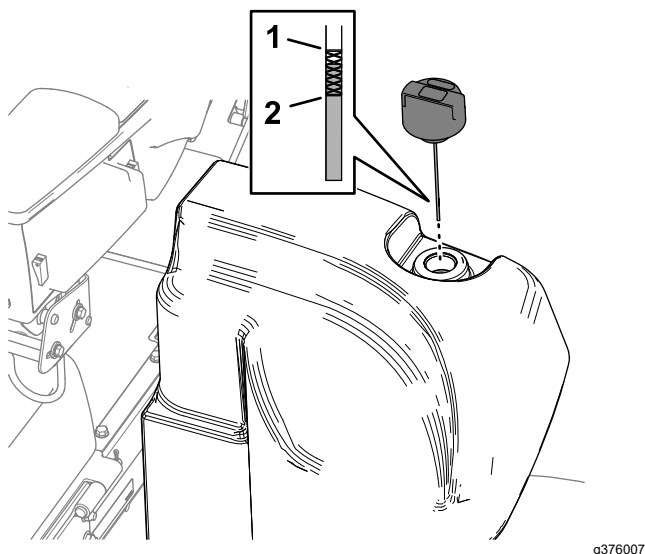

Figura 100
2. Limpe a zona em redor do tubo de enchimento e da tampa do depósito hidráulico (Figura 100).